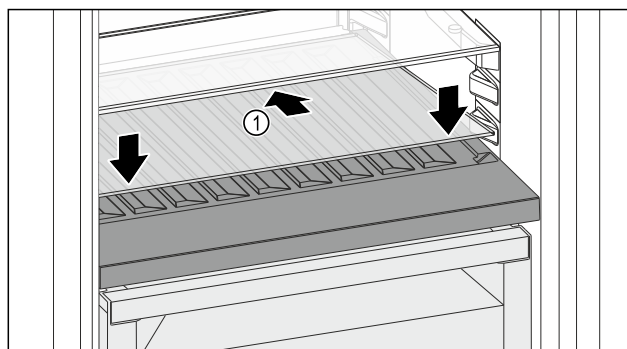

Fig. 100
- ▶ Sett på glassplaten Fig. 100 (1) skrått og vippet bakover nede.
- ▶ Senk glassplaten Fig. 100 (1) foran.